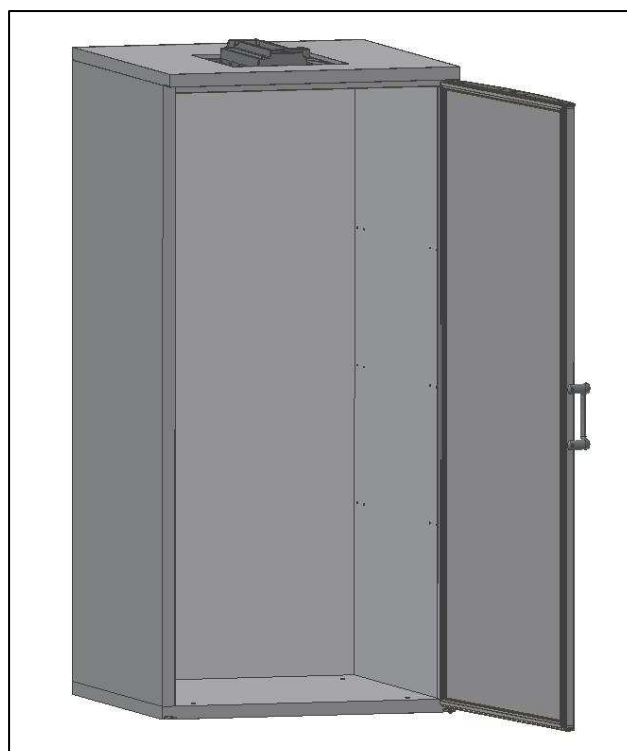

Fig. 9
- Fixer **la porte** au fond et au plateau (Fig.9). Porte avec ouverture à gauche ou à droite.